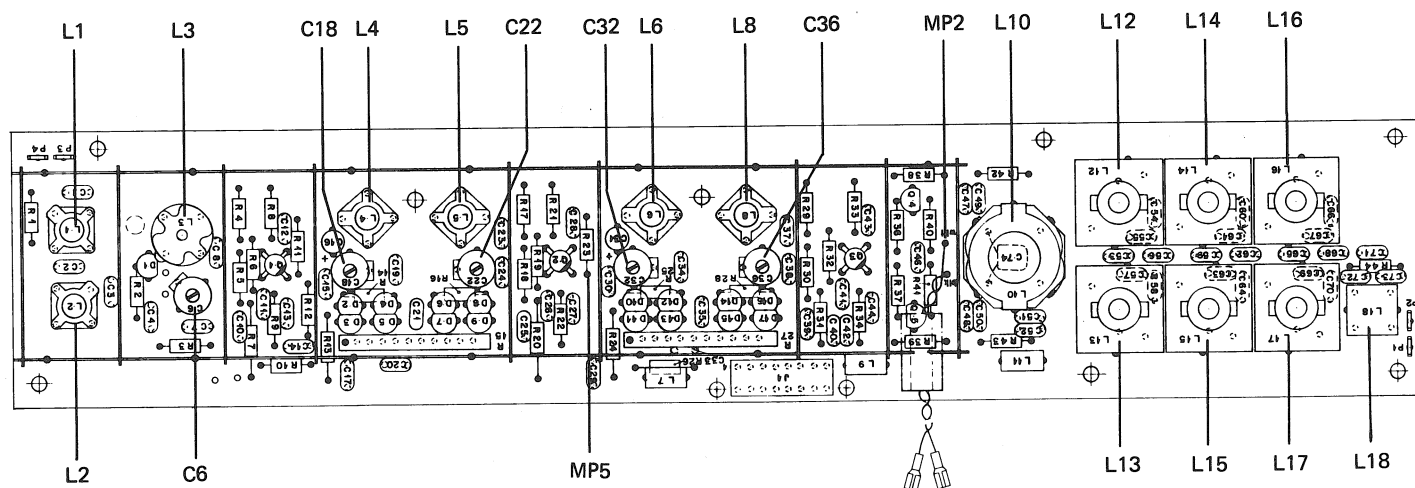
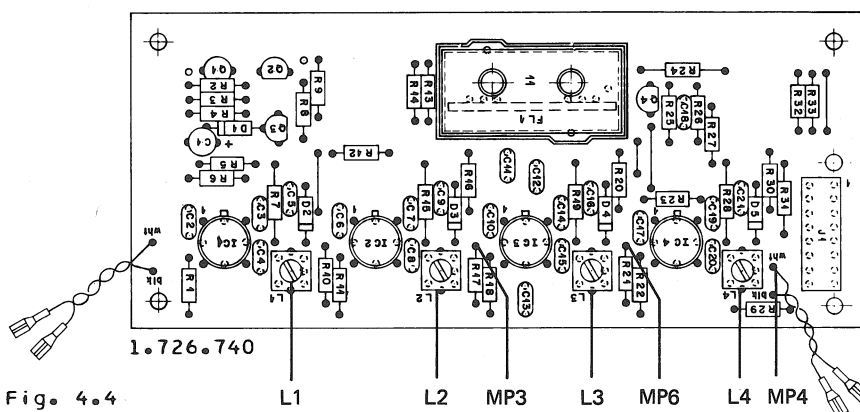

Fig. 4.3
Fig. 4.4
- Raccordez le fréquencemètre au point de mesure MP4 (câble blanc, 1.726.740, fig. 4.4).
- Raccordez le voltmètre HF au point de mesure MP3 (R17, IC3 broche 1, 1.726.740, fig. 4.4).
- Pressez la touche de station 2 (90 MHz). Réglez L3 à L6 et L8 au maximum de tension lu sur le voltmètre HF (fig. 4.3).
- Raccordez le fréquencemètre au point de mesure MP4 (1.726.740, fig. 4.4).
- L10/L12/L13 à L18 (1.726.730, fig. 4.3) et L1/L2 (1.726.740, fig. 4.4) doivent être alignés sur une déviation maximale du voltmètre HF. Les bobines s'influençant mutuellement, répétez plusieurs fois le réglage.
- Si les valeurs préconisées ne peuvent être atteintes, il y a lieu de modifier le réglage des noyaux L10 et L12 à L17 (1.726.730, fig. 4.3) jusqu'à ce que les tolérances nominales soient atteintes. On procédera éventuellement à une correction avec tous les noyaux.
- Reliez le voltmètre HF au point de mesure MP6 (R21, IC4 broche 1, 1.726.740, fig. 4.4) et alignez L3 au maximum de tension.
- Reliez le voltmètre HF au point de mesure MP4 et alignez L4 au maximum de tension (fig. 4.4).